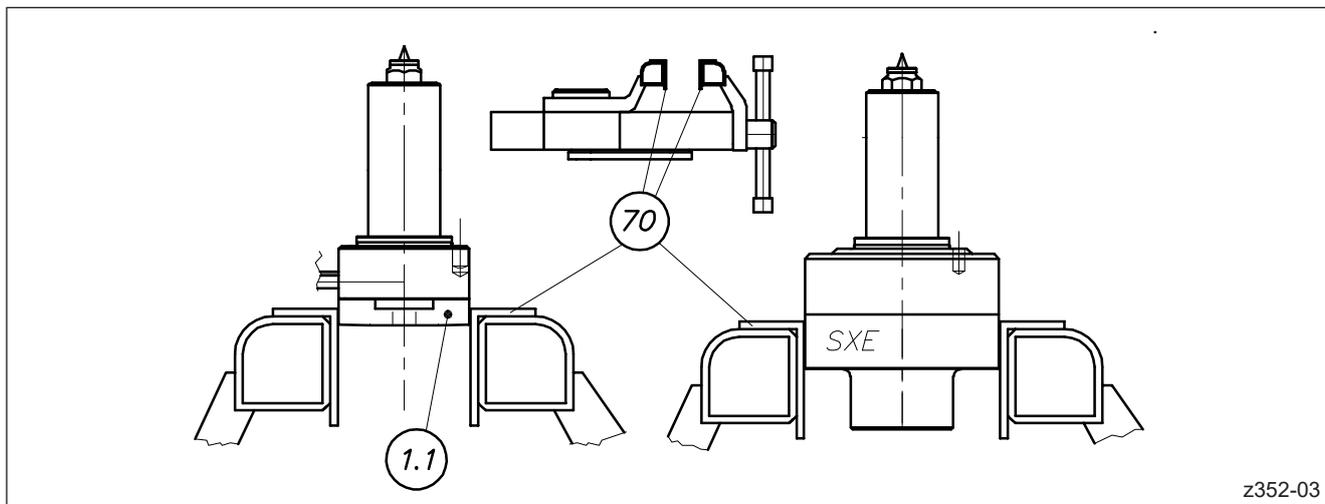

Abbildung 69: Einspannen der ausgebauten HPS III Düse im Schraubstock
Die Düse muss immer am Druckrohr (Pos. 1.1) eingespannt werden. Eine HPS III-SXE Einzeldüse wird am Körper eingespannt (vgl. Abbildung 69).
2. Düse am Druckrohr in den Schraubstock einspannen (vgl. „Abbildung 69: Einspannen der ausgebauten HPS III Düse im Schraubstock“).
1. Düse am Druckrohr in den Schraubstock einspannen (vgl. „Abbildung 69: Einspannen der ausgebauten HPS III Düse im Schraubstock“).